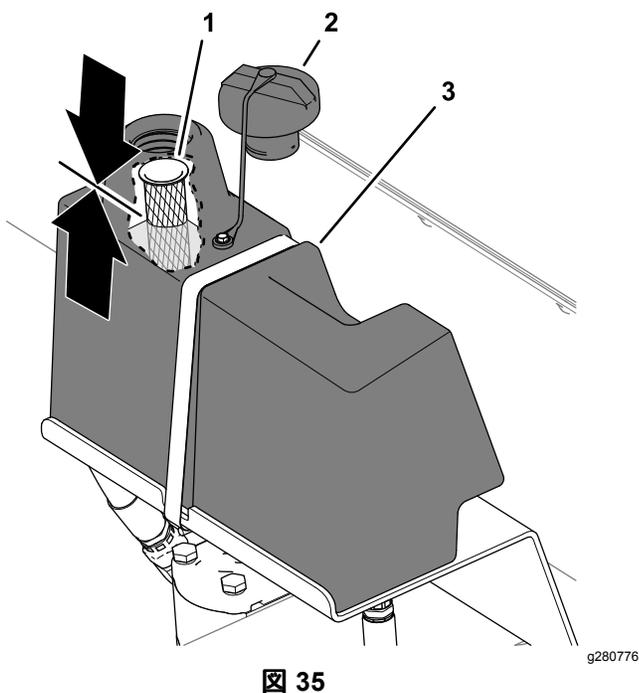

図 35
2. 油圧オイルタンクの補給口キャップ周囲のよごれをきれいに除去してキャップを外す 図 35。
オイルが補給口のスクリーンの高さの 1/2 まであればよい 図 35。
5. 油圧タンクのキャップを取り付ける 図 35。
5. 油圧オイルタンクの補給口キャップ周囲のよごれをきれいに除去してキャップを外す 図 35 油圧オイルの量を点検する (ページ 26) を参照。
8. 油圧オイルタンクのキャップを取り付ける 図 35 油圧オイルの量を点検する (ページ 26) を参照。